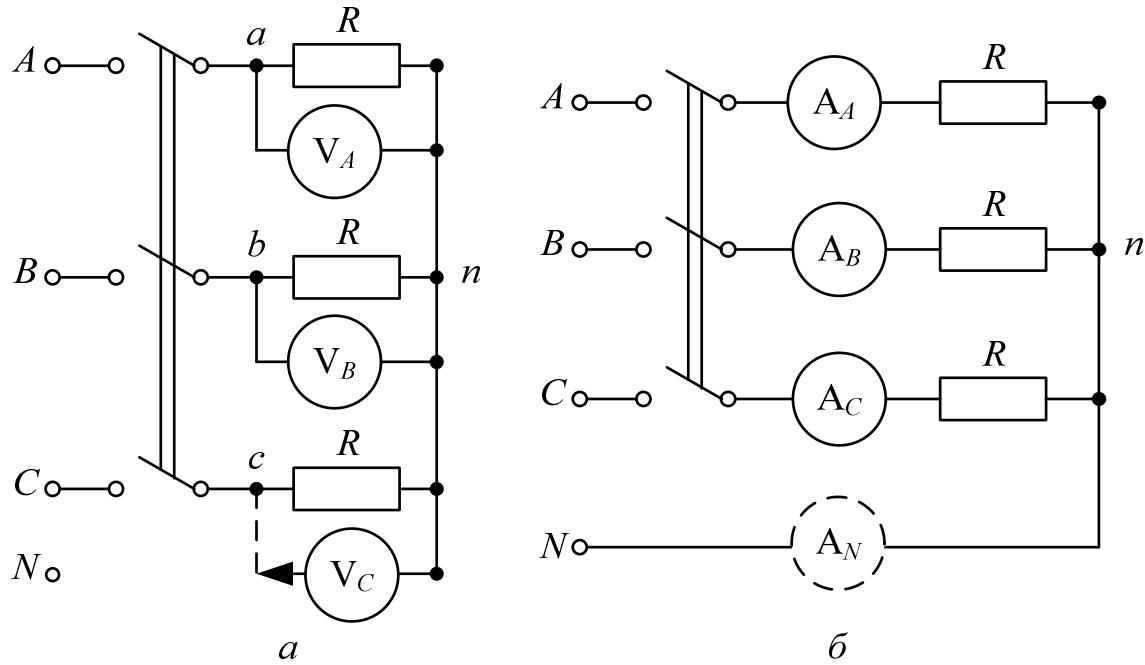
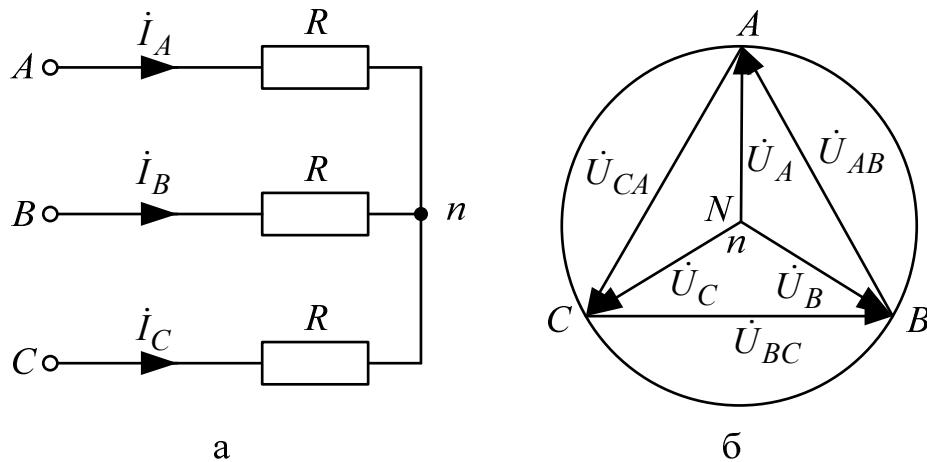

Рис. 9.1.
Рис. 9.2.
В работе проводится исследование трехфазных цепей, схемы которой показаны на рис. 9.1,*a* (без нулевого провода) и рис. 9.2,*b* (с нулевым проводом). Питание этих цепей осуществляется от трехфазного генератора, соединенного звездой, с симметричной системой фазных ЭДС прямой последовательности и выведенной нейтралью. Действующее значение фазного напряжения 7 В, частота 50 Гц. В симметричном режиме работы цепей рис. 9.1 в каждую фазу включаются одинаковые сопротивления  $R = 1$  кОм. Изменение нагрузки одной из фаз, которая названа «особой», достигается включением вместо этого резистора другого миниблока. Это либо сопротивления  $R_2 < R$  (увеличение нагрузки) или  $R_1 > R$  (уменьшение нагрузки), либо индуктивность  $L$  или емкость  $C$ . В качестве индуктивной нагрузки  $L$  особой фазы используются последовательно соединенные согласно включенные одинаковые катушки по 900 витков каждая, помещенные на сердечник с воздушным зазором. Параметры особой фазы  $R_1$ ,  $R_2$  и  $C$  приведены в табл. 9.1 (вариант указывает преподаватель). Кроме того, выполняются режимы отключения нагрузки (обрыв особой фазы) и короткого замыкания особой фазы (*только в цепи без нулевого провода*). В схеме без нулевого провода измеряются фазные напряжения, а фазные токи вычисляются по закону Ома. Предел измерения вольтметров 20 В. Напряжение смещения нейтрали  $U_{nN}$  в каждом режиме без нулевого провода измеряется переключением провода одного из вольтметров (например,  $V_C$ ) из точки *c* в
2. В схеме без нулевого провода (рис. 9.2, а) уменьшение (увеличение) активной нагрузки фазы  $A$  приводит к смещению нулевой точки нагрузки на диаграмме напряжений. В какую по сравнению с симметричной звездой сторону?
2. Собрать схему, показанную на рис. 9.1, а, и снять показания приборов в симметричном режиме. Подсчитать отношение  $U_{\Delta}/U_{\Phi}$ . Результаты измерений внести в верхнюю строку табл. 9.2.
8. Собрать цепь по схеме рис. 9.1, б и снять показания приборов в симметричном режиме работы. Убедиться, что фазные токи равны, а ток в нулевом проводе отсутствует.